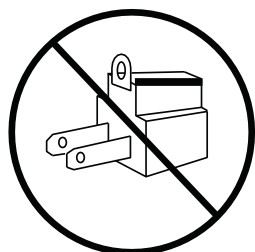

Figura 4.
- Não utilizar adaptador. (Veja a Figura 4).